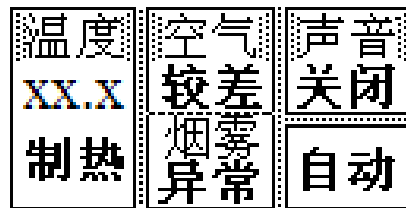

图 1 主界面
正确连接模块后，接入正确的直流电压。按一下 F2 键，这时，液晶显示欢迎界面，几秒后显示主界面如图 1 所示。
上限温度设置，此时按 ▲ (UP) 键加 1°C，按 ▼ (DOWN) 键减 1°C。再按 F1 进入下限温度设置，此时按 ▲ (UP) 键加 1°C，按 ▼ (DOWN) 键减 1°C。设置完毕，按 OK 键，确认所设定的温度后，界面回到图 1 所示。
(1) 温度低于设置的下限温度时就“制热”，温度超过设置的上限温度时就“制冷”。
(2) 空气质量较差（很差）时就排气（直流风机开）。当空气质量良好（很好）时停止排气（直流风机停）。
(3) 烟雾异常时，直流电机开。烟雾正常时，直流电机停。
(4) 有声音时，电灯状态就改变一次，再有声音时，延时后（观察 PA₃ 端口指示灯由亮到灭）电灯状态才改变（熄灭→点亮或点亮→熄灭）。